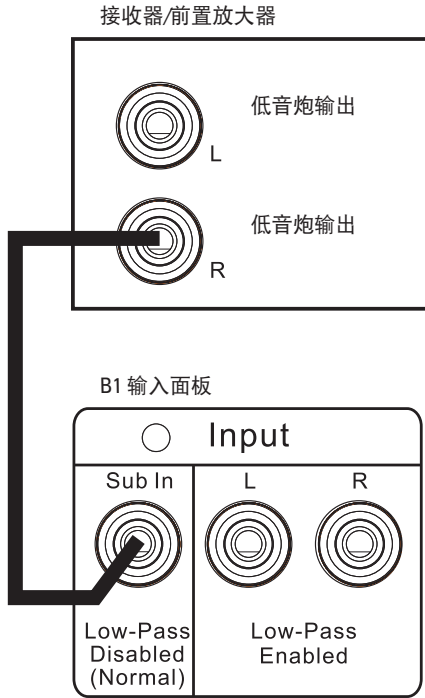

图 12: 典型的多个低音炮输出连接
2. 使用随附的 RCA 跳接线，将处理器/接收器的其中一个低音炮或 LFE 输出连接至 B1 背部的 Sub In（低音炮输入）连接器，如图 12 所示。